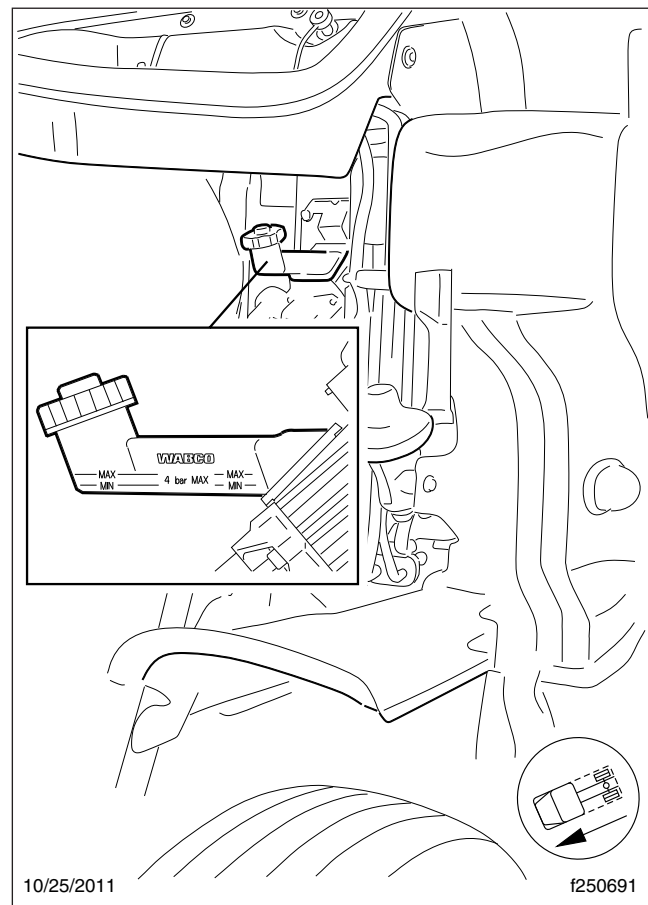

Figura 4, Depósito, control del embrague hidráulico
Si el nivel del líquido está por debajo de la línea MIN, llene el depósito con líquido para frenos DOT 4 nuevo de un recipiente sellado herméticamente hasta que el nivel llegue a la línea MAX. Vea la **Figura 4**.
3. Retire la tapa del depósito (vea la Figura 4) e instale el adaptador de purga a presión en el depósito.
2. Retire la tapa del depósito y llénelo (vea la **Figura 4**) con líquido para frenos DOT 4 de un recipiente sellado herméticamente.